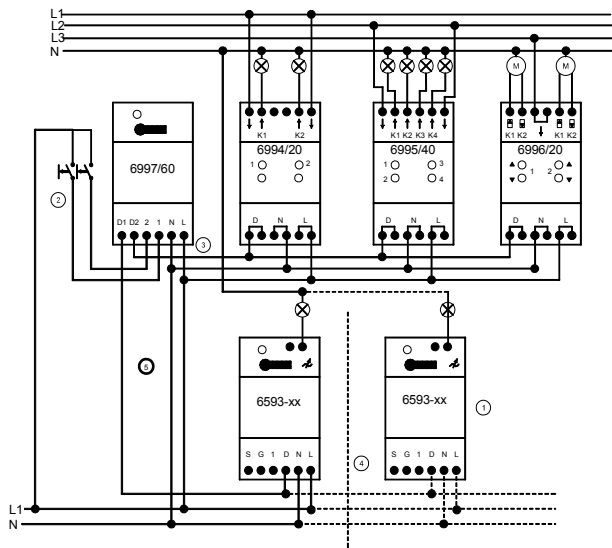

Fig. 2
- Schließen Sie den Steuerbaustein entsprechend Fig. 2 an (s.auch Anschlussinformationen im Kap. Technische Daten).
Schalt-/Jalousieaktormodule dürfen an den Datenausgängen D1 und D2 nicht mit konventionellen Dimmern 6593-xx kombiniert werden (s. Anschlussbild Fig. 2).